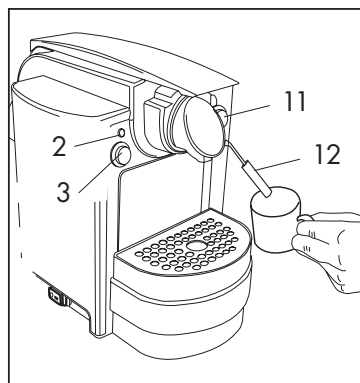

Fig. 11
- Premere il tasto erogazione vapore (11) **(Fig. 11)**, dopo qualche secondo il vapore inizierà ad uscire dal beccuccio (12)
- Riempire a metà la tazza con latte freddo e immergere il beccuccio vapore fino a quando la crema arriva a riempire la tazza **(Fig. 11)**
- Premere il tasto vapore (11) e mantenerlo premuto fino al raggiungimento della quantità di acqua desiderata **(Fig. 11)**